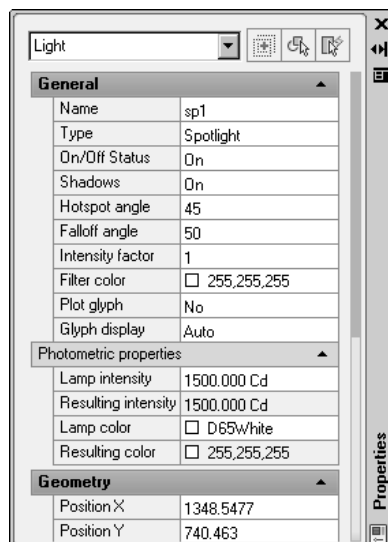

Рис. 13.19. Палитра свойств прожектора
3. Выберите пиктограмму источника света в виде прожектора, а затем вызовите палитру **Properties** (Свойства) (рис. 13.19), в которой присвойте свойства прожектора, воспользовавшись данными, приведенными в табл. 13.1.